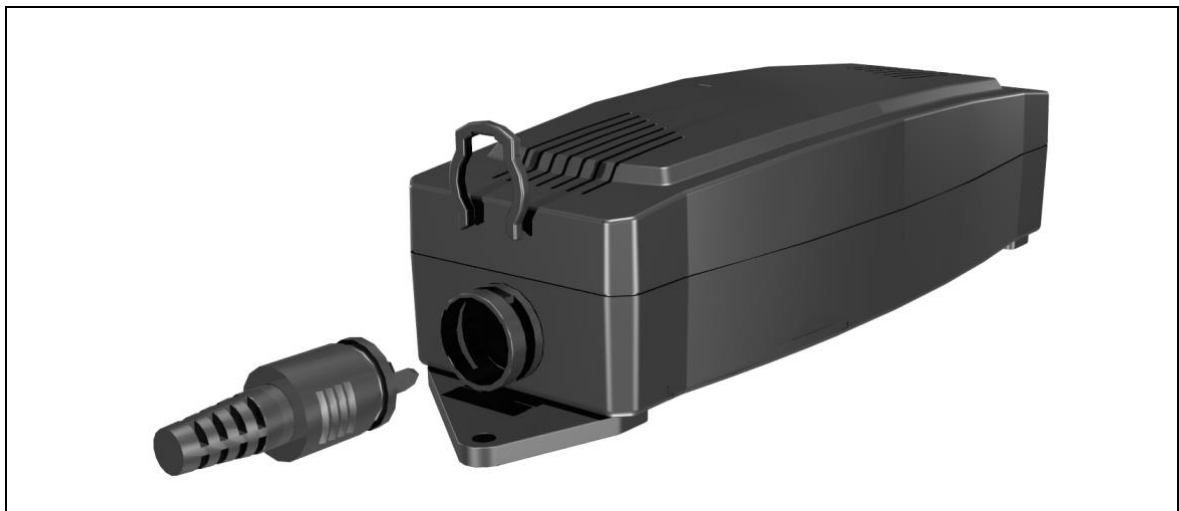

Abbildung 17 Öffnen der Auszugssicherung
- 2 Öffnen Sie die Auszugssicherung (siehe Abbildung 17).